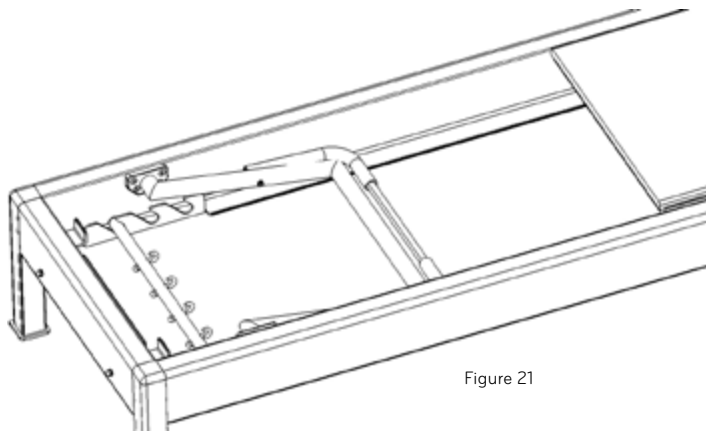

Figure 21
4. Posez la footbar à plat à l'intérieur du cadre, comme illustré dans la figure 21. Si vous utilisez le Gear Block en bois, retirez-le pour que la footbar puisse s'enfoncer plus bas dans le cadre.